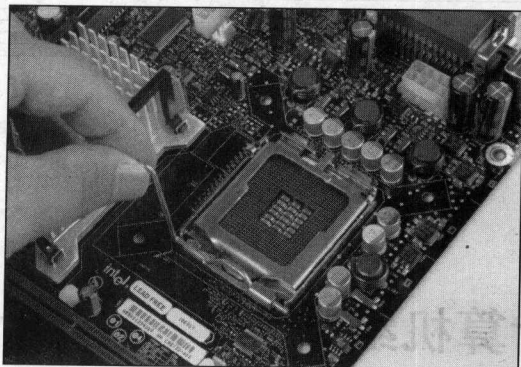

图 1-1 拉起拉杆
① 稍向外、向上用力拉开 CPU 插座上的拉杆，提升至 90 度角的位置，如图 1-1 所示。